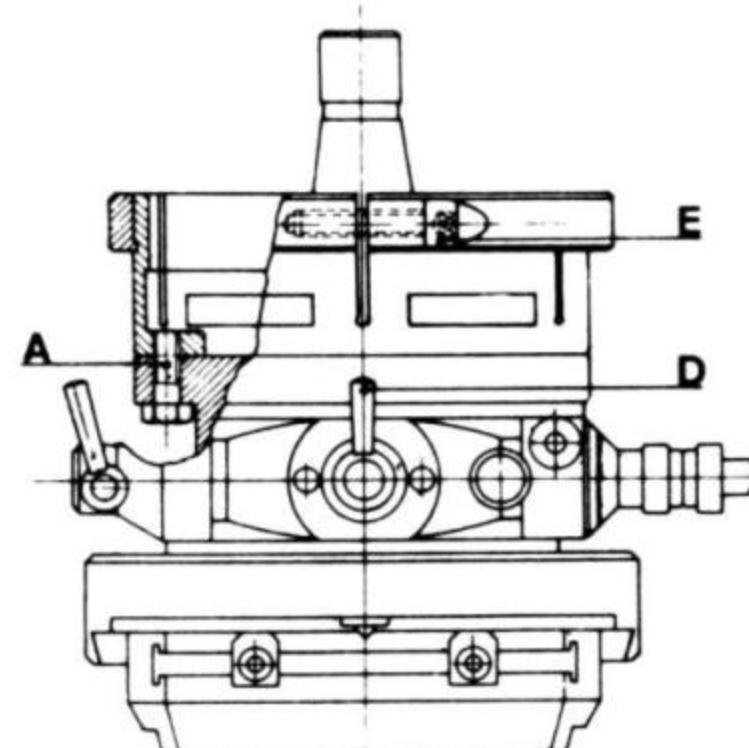

Fig. 2
- 2 - Monter le collier de fixation sur la tête moyennant les trois vis A, sans toutefois les visser à fond (Fig. 2)